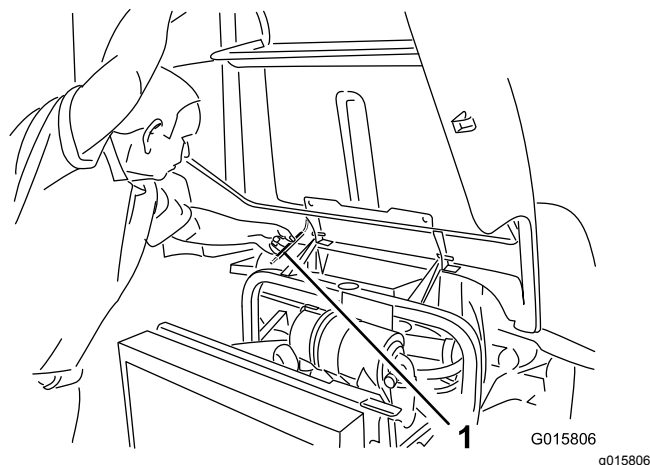

Figura 52
2. Levante el capó hasta que pueda colocar la varilla de sujeción detrás del tubo del bastidor (Figura 52).